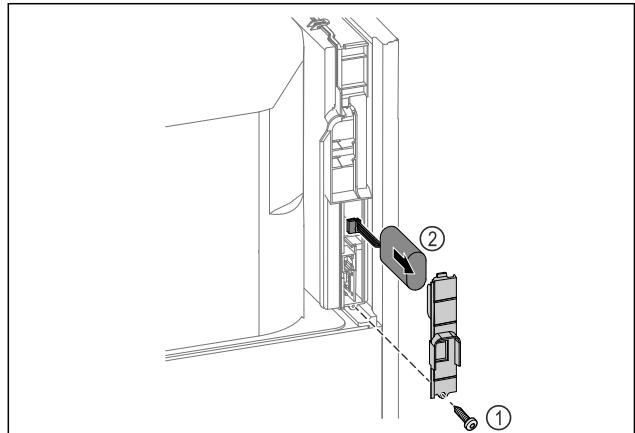

Fig. 219
- Ξεβιδώστε τη βίδα και αφαιρέστε το κάλυμμα στην πίσω πλευρά της συσκευής Fig. 219 (1).
- Αποσυνδέστε και τραβήξτε έξω την μπαταρία Fig. 219 (2).